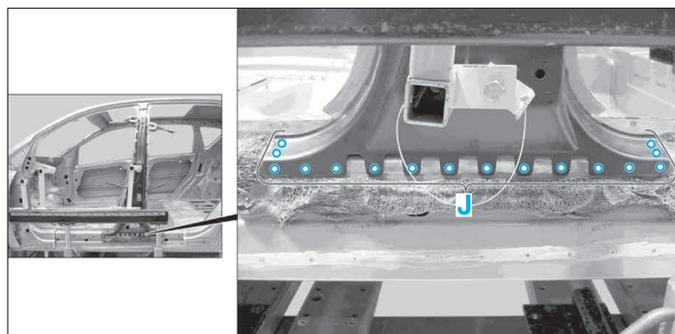

FIG. 74
- Percer dans le montant B des trous (Ø 6,5 mm) dans la zone (J) (Fig.74).